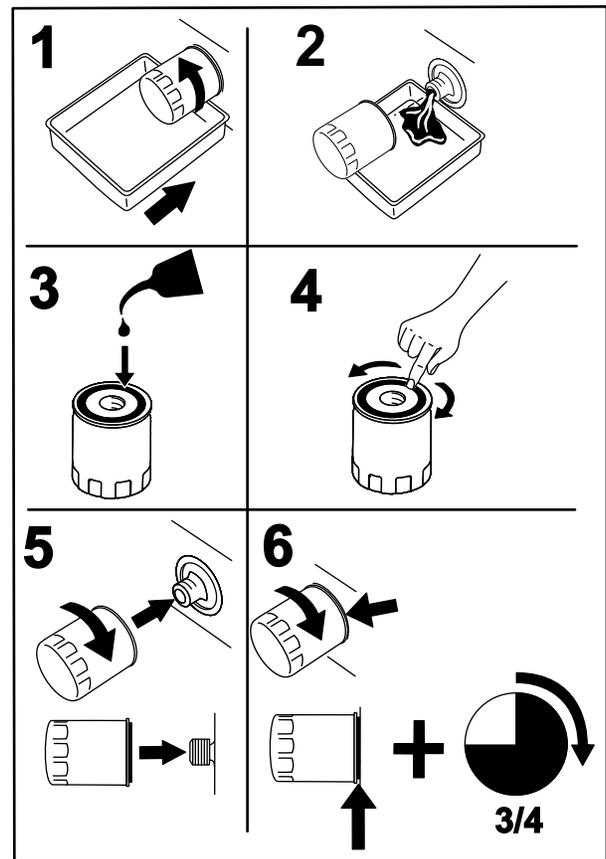

Bild 52
- Wechseln Sie den Motorölfilter (Bild 52).